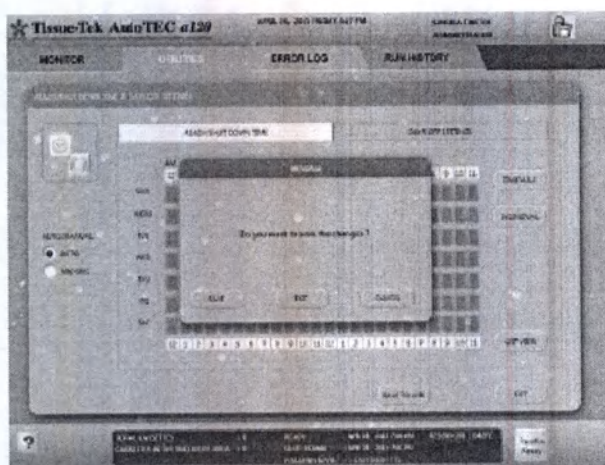

Рисунок 4J
- Чтобы сохранить, нажмите клавиши ENTER (ввод), затем EXIT(выход), затем SAVE (сохранить) (Рис. 4J)